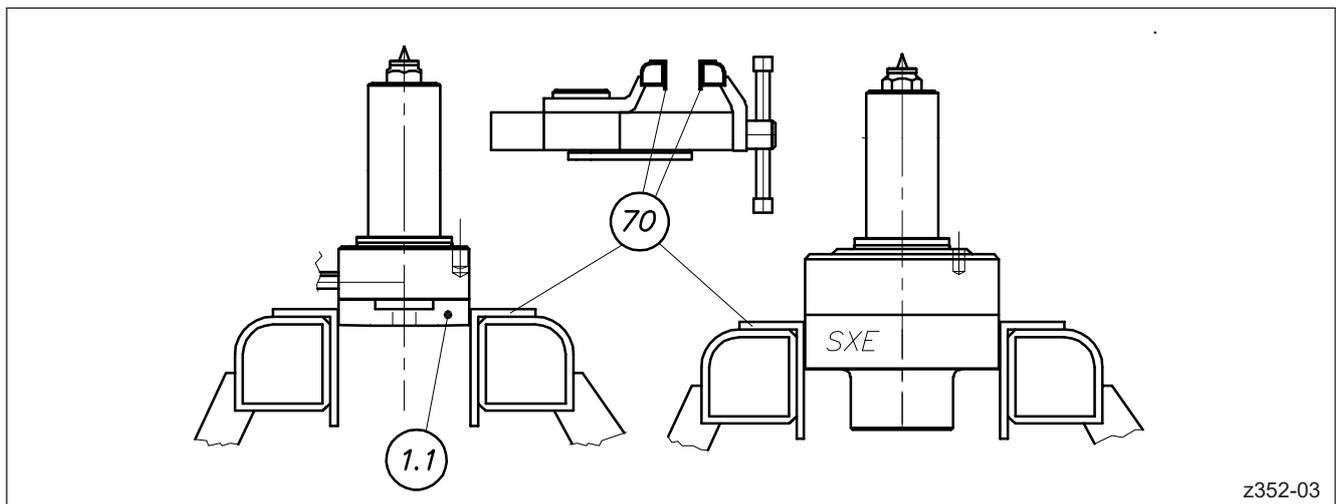

Abbildung 59: Einspannen der ausgebauten HPS III Düse im Schraubstock
Die Düse muss immer am Druckrohr (Pos. 1.1) eingespannt werden. Eine HPS III-SXE Einzeldüse wird am Körper eingespannt (vgl. Abbildung 59).
1. Für den Spitzenwechsel innerhalb des Werkzeugs Konturplatte (Pos. 56) in kaltem Zustand entfernen. Für den Spitzenwechsel bei ausgebaute Düse diese in den Schraubstock einspannen (vgl. Abbildung 59) und an ein Heizkanalregelgerät anschließen.
1. Für den Spitzenwechsel innerhalb des Werkzeugs Konturplatte (Pos. 56) in kaltem Zustand entfernen. Für den Spitzenwechsel bei ausgebauter Düse diese in den Schraubstock einspannen (vgl. Abbildung 59) und an ein Heißkanalregelgerät anschließen.